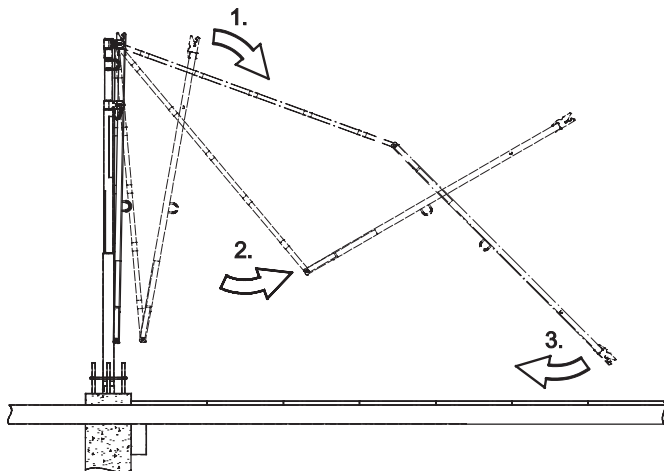

Figura 27. Desplegar el sistema de anclaje SkyReach
2. Desenganche el pasador de bloqueo situado en la parte inferior del mástil, que asegura la pluma y la abrazadera. Suelte la pluma y el soporte del sistema de anclaje SkyReach y proceda de acuerdo con la Figura 27.